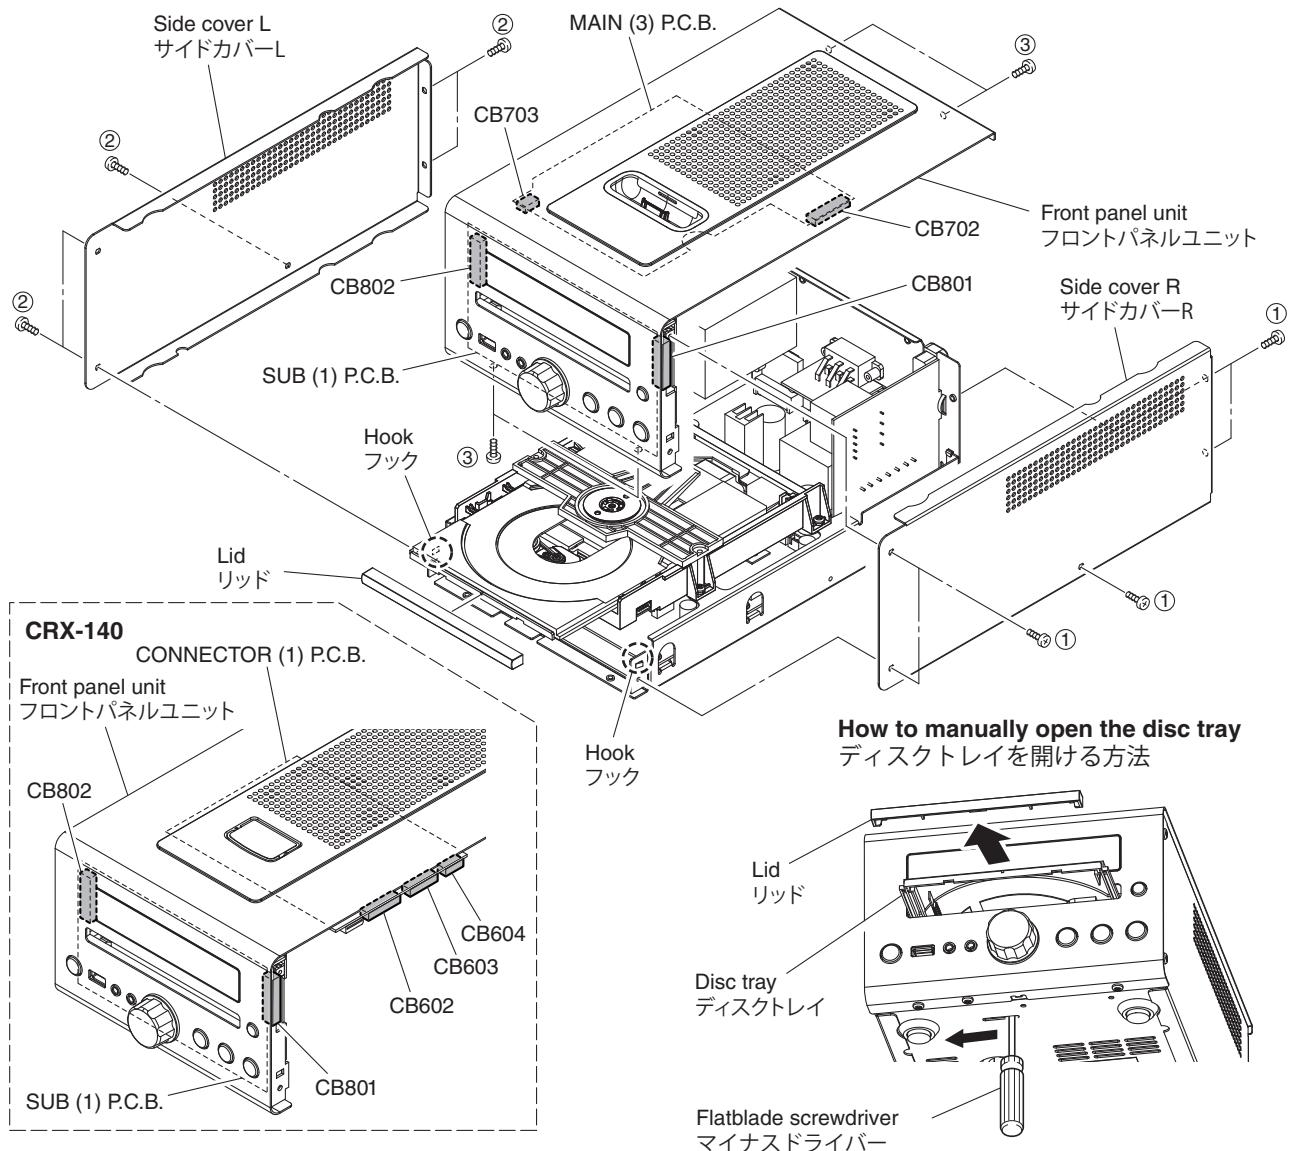

Fig. 1
- Using a flatblade screwdriver, move the slider at the bottom in the direction of the arrow shown above. (Fig. 1)
- Open the disc tray, remove the lid and close the disc tray. (Fig. 1)
- Remove 5 screws (①), and remove the side cover R. (Fig. 1)
- Remove 5 screws (②), and remove the side cover L. (Fig. 1)
- Remove 4 screws (③). (Fig. 1)
- Remove CB801-802. (Fig. 1)
- Remove CB702-703. (Fig. 1) (CRX-040)
- Remove CB602-604. (Fig. 1) (CRX-140)
- Release 2 hooks, and remove the front panel unit. (Fig. 1)
- マイナスドライバーで底面のスライダーを上図の矢印の方向に動かします。 (Fig. 1)
- ディスクトレイを開けてリッドを取り外し、ディスクトレイを閉じます。 (Fig. 1)
- ①のネジ 5 本を外し、サイドカバー R を取り外します。 (Fig. 1)
- ②のネジ 5 本を外し、サイドカバー L を取り外します。 (Fig. 1)
- ③のネジ 4 本を外します。 (Fig. 1)
- CB801～802 を外します。 (Fig. 1)
- CB702～703 を外します。 (Fig. 1) (CRX-040)
- CB602～604 を外します。 (Fig. 1) (CRX-140)
- フック 2箇所を外し、フロントパネルユニットを取り外します。 (Fig. 1)